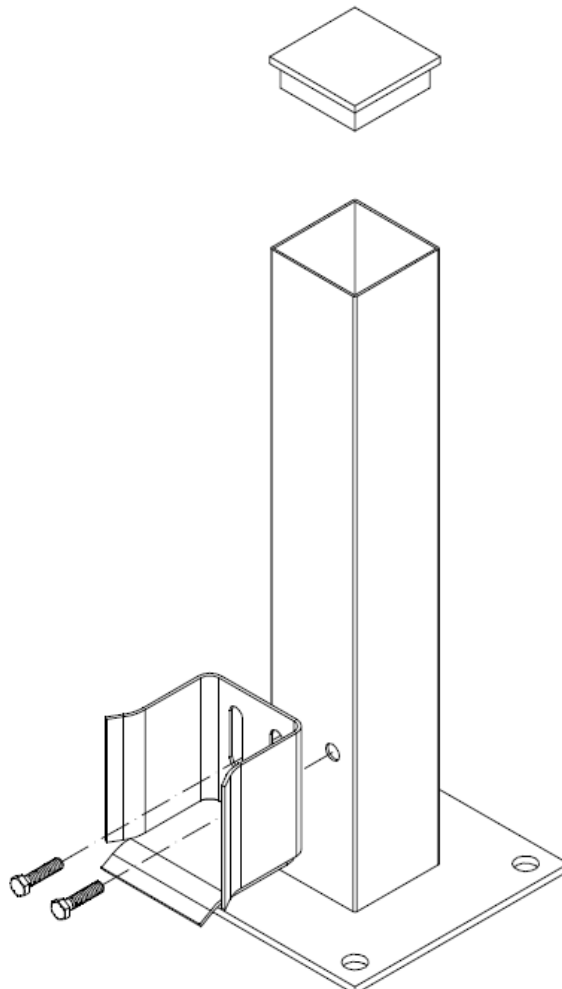

Rys. 4
*Następnie przykręcić i wyregulować chwytak górny skrzydła bramy samonośnej (Rys. 4) oraz koszyk najazdowy przedni (Rys. 5).*